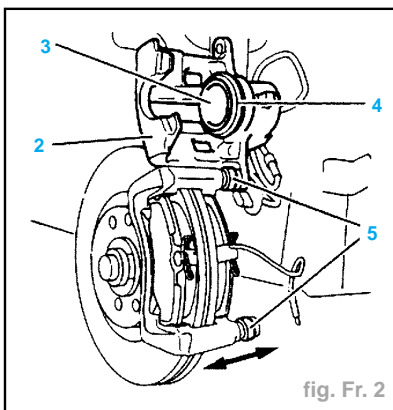

fig. Fr. 2
- Contrôler visuellement (fig. Fr. 2) :
- l'étanchéité autour du piston (3),
- le bon état et l'ajustement parfait du capuchon (4) et des soufflets de protection (5).
- Rabattre l'étrier (2) (fig. Fr. 2).